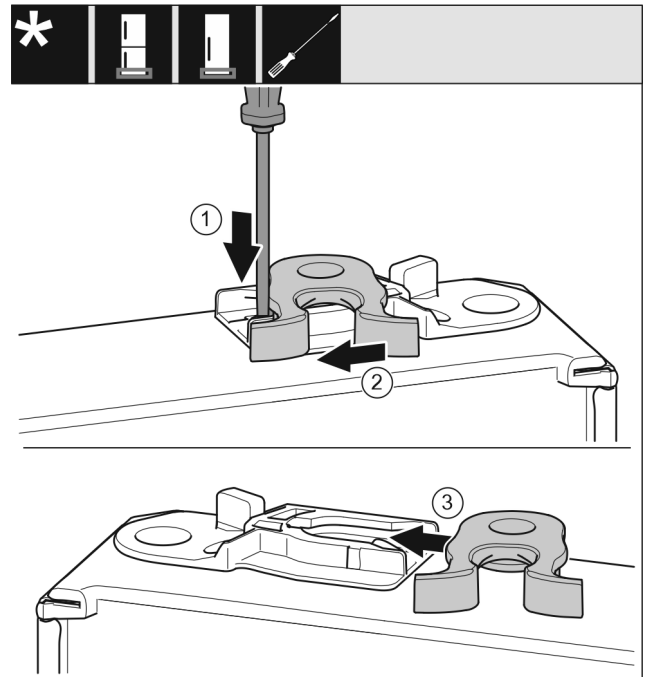

Fig. 51 *
- Lasche Fig. 51 (1) mit Schlitzschraubendreher nach unten drücken.*
- Schließhaken Fig. 51 (2) aus Führung ziehen.*
- Schließhaken Fig. 51 (3) auf anderer Seite in Führung schieben.*